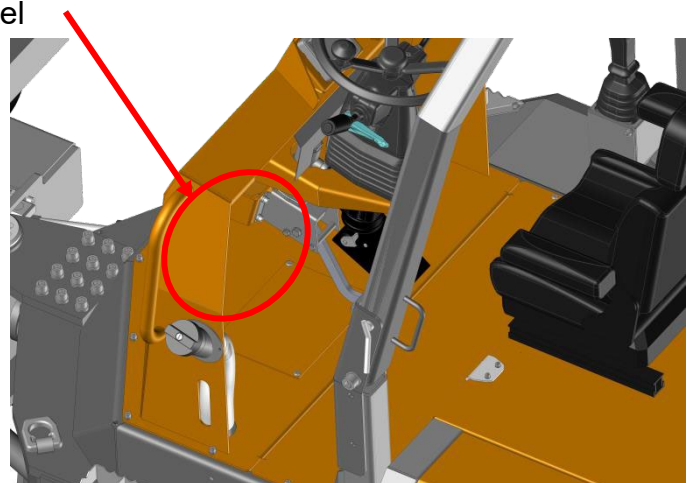

Abbildung 30. Batterieabdeckung
b. Batteriezugang: Um auf die Fahrzeugbatterie zuzugreifen, verwenden Sie den Inbusschlüssel Nr. 5, um die in Abbildung 30 gezeigte Abdeckung zu entfernen.